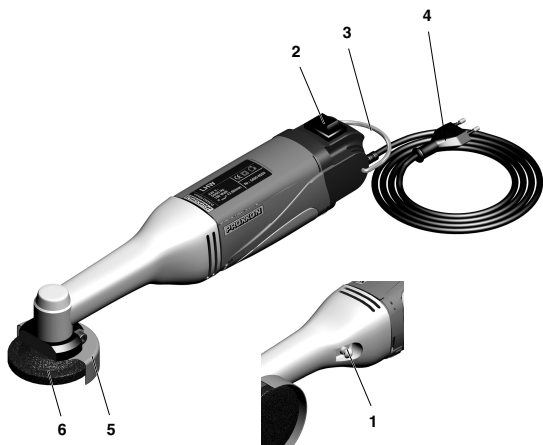

Fig. 1
1. Gerät am Schalter **3** (Fig. 1) einschalten.